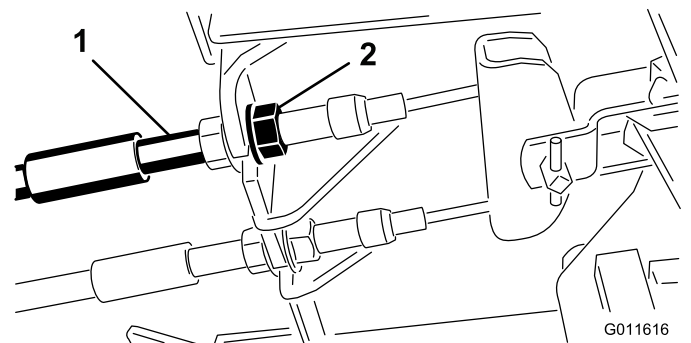

Bild 64
1. Ziehen Sie zum Reduzieren des Spiels der Bremspedale die Bremsen fester – lockern Sie dazu die vordere Mutter am Gewindeende des Bremszugs (Bild 64).